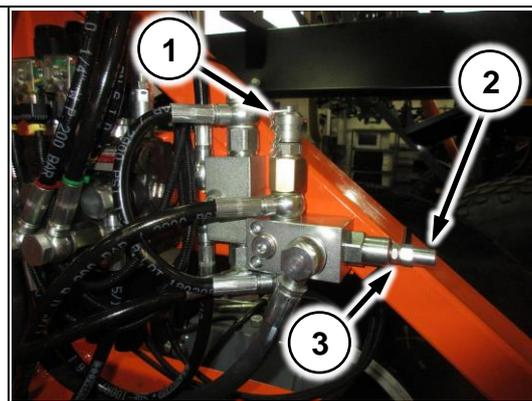

Рис. 165
1. Установите манометр в точку контроля давления (Рис. 165/1);
2. Отверните контргайку (Рис. 165/2);
6. Вращая регулировочный винт (Рис. 165/3) добейтесь давления 25 Bar по манометру при нажатой вниз клавише опускания подвеса;
7. По завершении регулировки законтрите контргайку (Рис. 165/2).